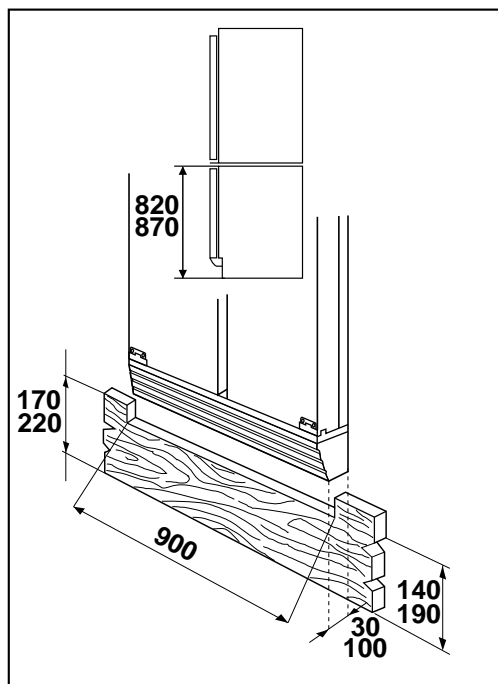

Fig. 17
- Lorsque la hauteur du socle est comprise entre 140 et 170 mm, il faut effectuer un dégagement comme cela est indiqué sur le schéma (Fig. 17).
- Lorsque la hauteur du socle est comprise entre 190 et 220 mm, il faut effectuer un dégagement comme cela est indiqué sur le schéma (Fig. 17).